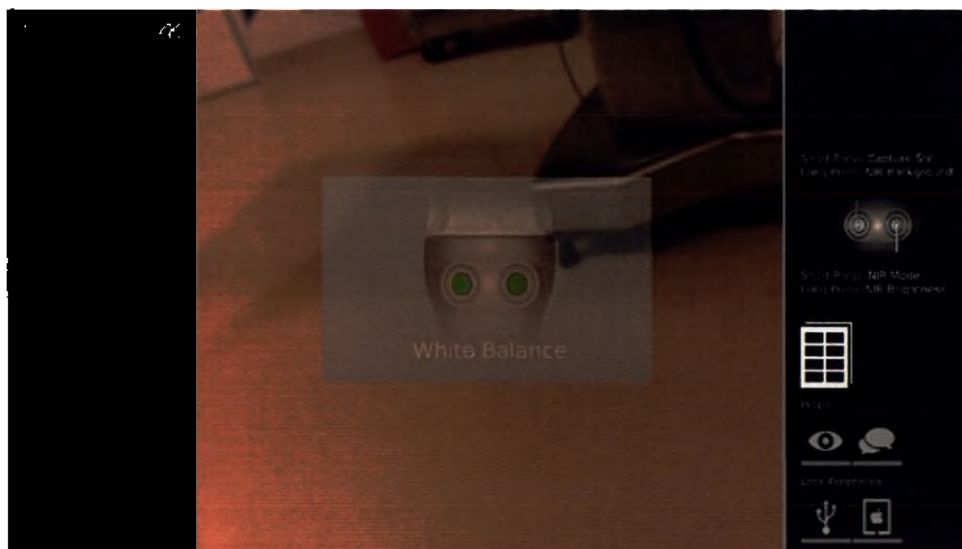

Рисунок 34. Начальный экран системы Synergy^{ID}
2. Для полной загрузки программного обеспечения камеры требуется приблизительно 60 секунд. После полной загрузки программного обеспечения отобразится начальный экран Synergy^{ID}, представленный ниже на рис. 34.
15. После успешного завершения настройки баланса белого кнопки на головке камеры будут функционировать в соответствии с отображением на начальном экране Synergy^{ID} (см. рис. 34).